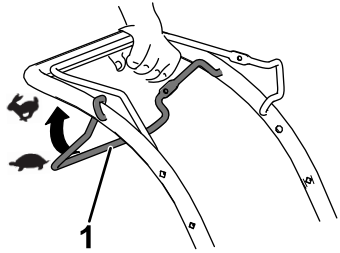

Bild 13
- **Einkuppeln des Selbstantriebs:** Ziehen Sie den Selbstantriebsbügel zum Holm und halten Sie ihn in dieser Stellung fest (**Bild 13**).